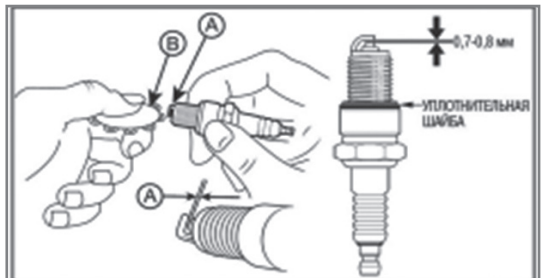

Рис. 21 Зазор между электродами свечи зажигания
- Измерьте зазор А между электродами свечи зажигания специальным щупом В (Рис. 21). Зазор должен быть 0,7- 0,8 мм (Рис. 21). При увеличении или уменьшении требуемого зазора, рекомендуется заменить свечу, так как регулировка зазора может привести к изменению качества искрообразования.